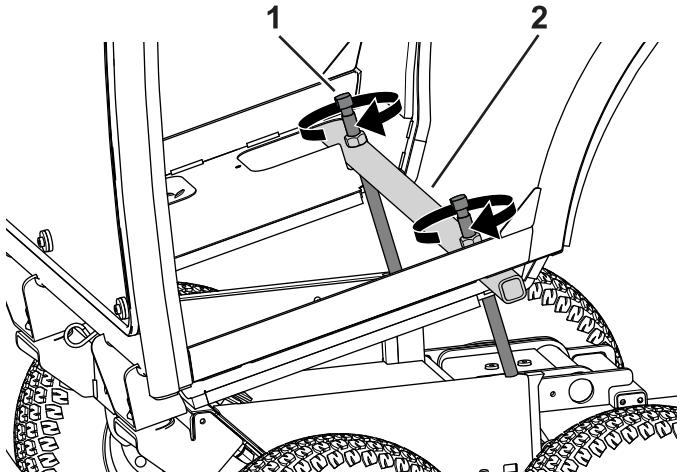

図 67
2. キャブフレームに昇降バーアセンブリをセットする図 67。
3. 左右の昇降ねじを交互にそれぞれ数回ずつ回転させてキャブを徐々に前傾させる図 67。